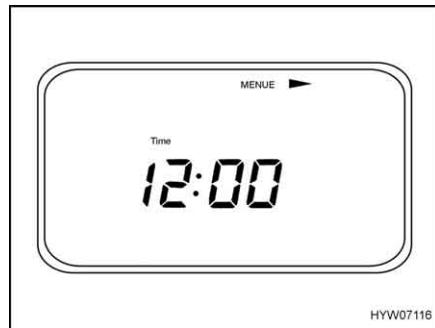

Bild 140 Einstellungs-Menü
- Die Taste "MENU" (Bild 135,3) länger als 3 Sekunden drücken: Das Einstellungs-Menü (Bild 140) erscheint.